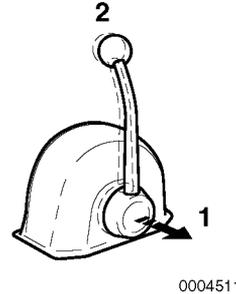

Abbildung 15
Wenn der Hebel ausgerastet wird (**Abbildung 15, (1)**), kann die Drehzahl ohne Einkupplung des Schiffsgtriebes gesteuert werden. Das Schiffsgtriebe bleibt in der Stellung NEUTRAL, keine Last. Drehen Sie den Hebelknäuf (**Abbildung 15, (2)**) gegen den Uhrzeigersinn, um den Hebel zu verschieben, oder im Uhrzeigersinn, um den Hebel zu arretieren.